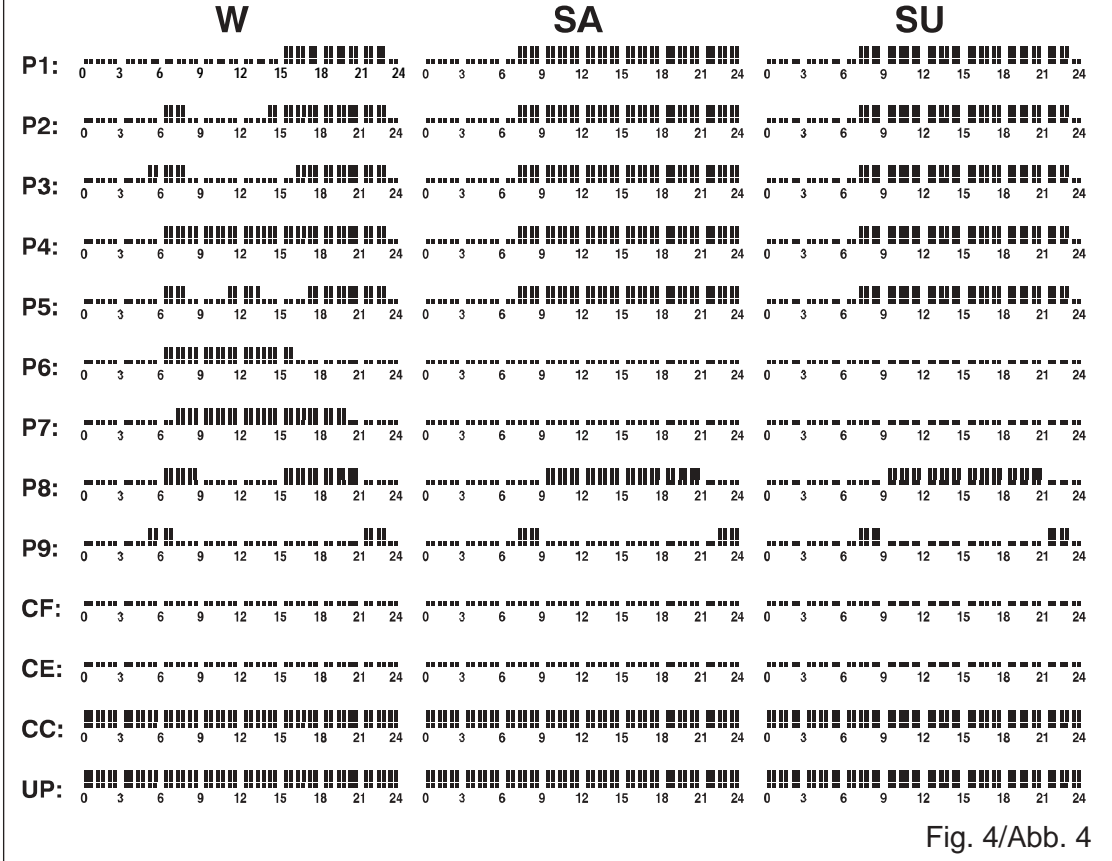

Fig. 4/Abb. 4
L'unité fonctionnelle est équipée d'un thermostat électronique précis. Elle possède une minuterie incorporée à 13 programmes, dont 12 pré-réglés en usine et 1 à la disposition de l'utilisateur. Voir fig. 4. W=semaine, SA=samedi et SU=dimanche.
"6" - Sélection d'un programme pré-réglé (voir fig. 4)
3.7 Description des programmes - fig. 4
La unidad operativa contiene un termostato electrónico de precisión. Lleva incorporado un temporizador con 13 programas, de los que 12 se prefijan en fábrica y uno está a disposición del usuario para su programación. Véase la fig. 4. W=días laborables, SA=sábados y SU=domingos.
"6" - Selección de programa prefijado (véase fig. 4)